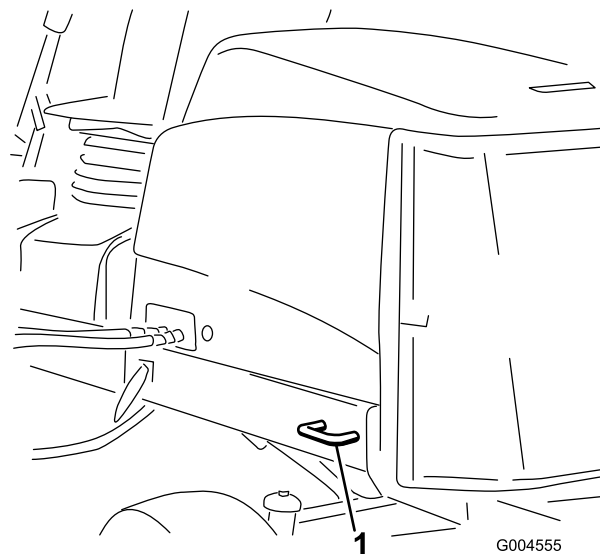

Figura 26
- **Parte posteriore della macchina** – Ogni lato della macchina sul telaio posteriore (Figura 26).